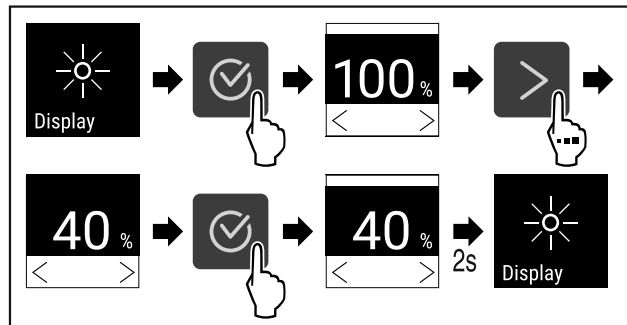

Fig. 72
- ▶ Efectuați pașii de acțiune (vezi Fig. 72).